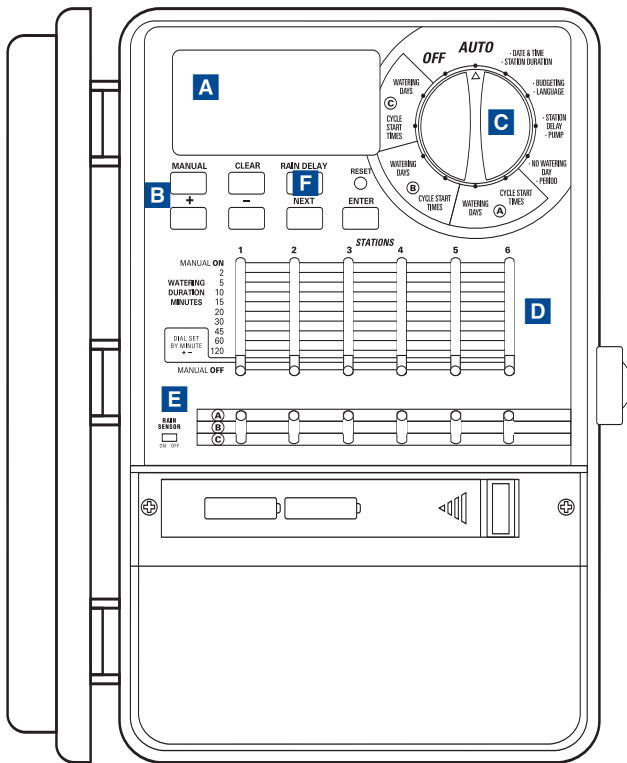

Figura 1: Vista anteriore del timer per impianti di irrigazione
- Far scivolare la copertura di protezione del vano batterie verso sinistra [Vedere la Figura 1]